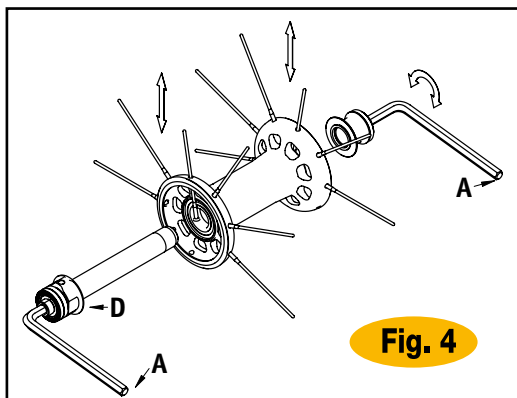

Fig. 4
- Enfiler deux clés 6 pans (A) dans les contre-écrous à l'extrémité des moyeux et dévissez les dans le sens contraire des aiguilles d'une montre.
- Retirez le rayon à changer et insérez le nouveau rayon (Fig.4).